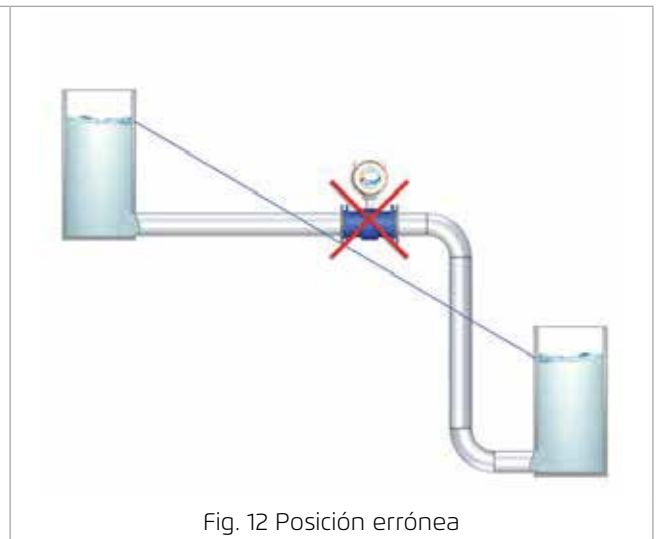

Fig. 12 Posición errónea
- NOTA.** Evitar posicionar el caudalímetro por encima de la línea de nivel piezométrico (Fig. 12).